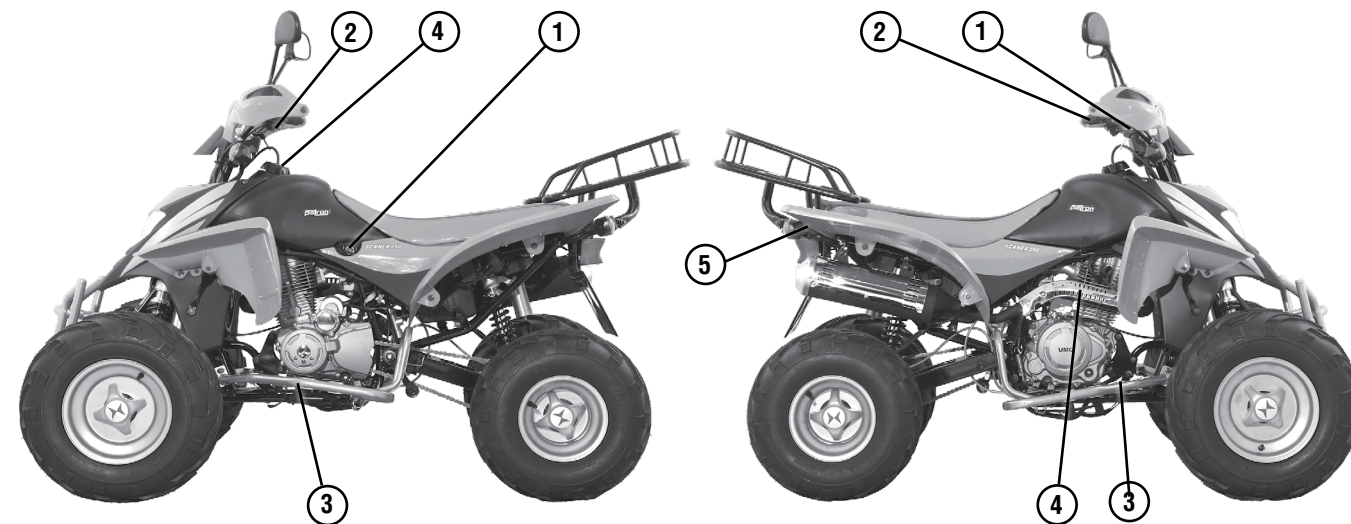

Рис. 2 Вид слева
**Педаль переключения передач** (рис. 2, поз.4) расположена на левой стороне двигателя. Для движения вперед переключение передач с 1-й до 4-й осуществляется перемещением педали носком ноги вверх от нейтральной передачи. Нейтральное положение находится между передачей заднего хода и первой передачей.